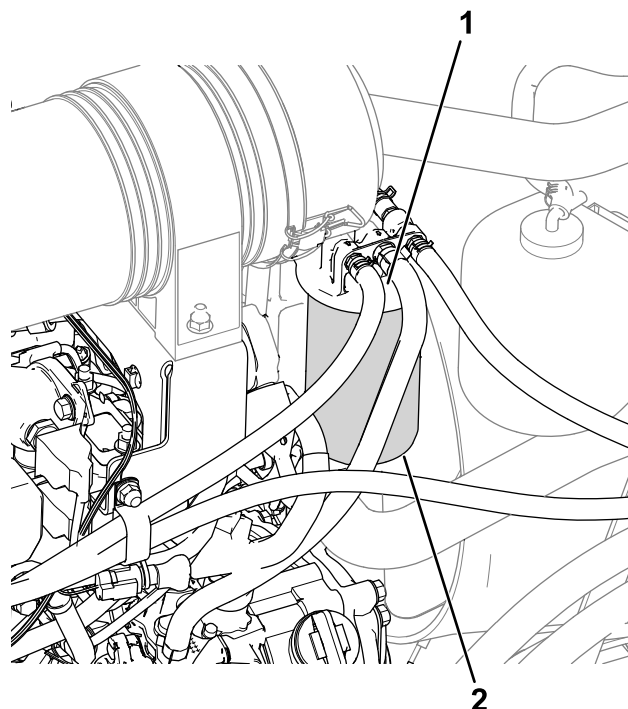

Figura 56
2. Togliete il filtro e pulite la superficie di montaggio della testa del filtro (Figura 56).
1. Pulite le superfici circostanti la testa del filtro del carburante (Figura 56).